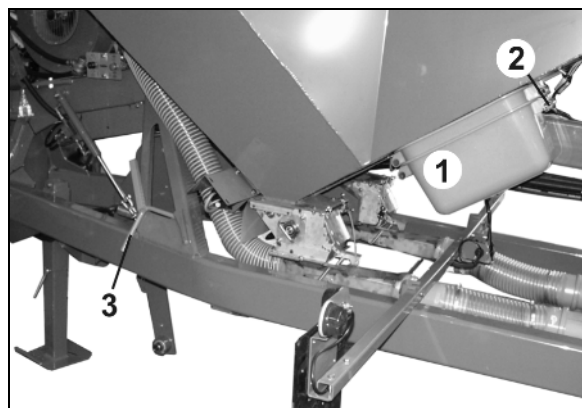

Рис. 27
Сошник **RoTeC⁺** фирмы **AMAZONE** подходит для классического и мульчированного посева. Посевная борозда формируется при помощи стального диска и корпуса из высокопрочного чугуна. Обратная сторона диска чистится эластичным полиуретановым диском (PU) (Рис. 27/1), который для этого прижимается к стальному диску. Кулачки (Рис. 27/2) обеспечивают дополнительный привод.